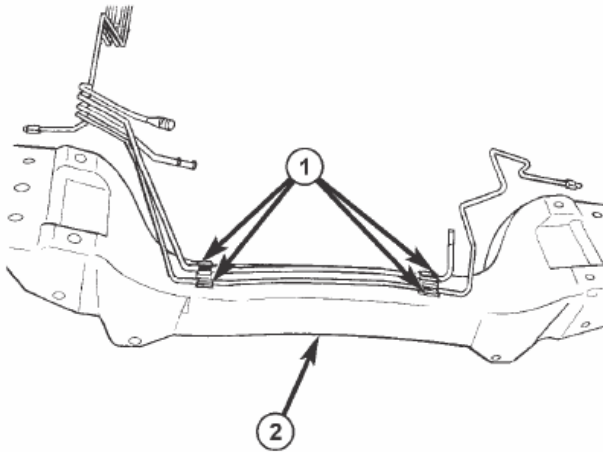

Рис. 20 ПОПЕРЕЧНАЯ БАЛКА ЗАДНЯЯ
(8) На каждой из сторон автомобиля отвинтить гайки и болты, соединяющие 4 боковые втулки с поворотными кулачками.
(9) Снять скобы, с помощью которых связка проводов крепится на поперечной балке (рис. 20).
(4) С помощью домкрата поднять поперечную балку задней подвески к задним лонжеронам и привинтить четыре крепежные болта.
(5) Надеть скобы, с помощью которых связка проводов крепится на поперечной балке (рис. 20).